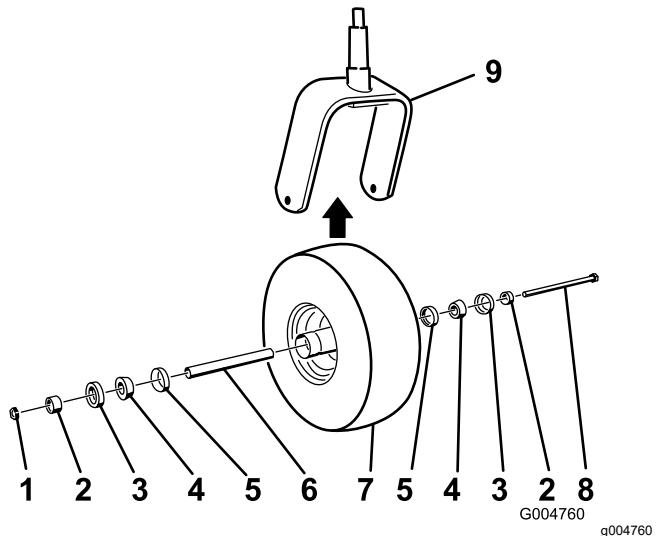

Figure 43
5. Montez la roue pivotante en poussant les roulements à rouleaux coniques et les joints, garnis de graisse, dans le moyeu, en les positionnant comme indiqué à la Figure 43.
2. Retirez le contre-écrou du boulon (Figure 43).